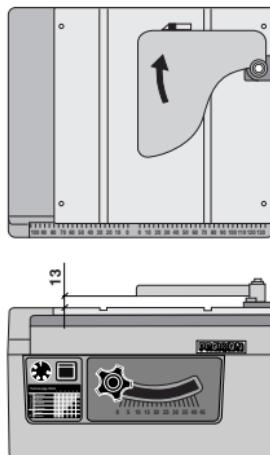

Fig. 4
4. Prüfen Sie die Freigängigkeit der Schutzhülle und den Abstand zum Sägetisch gemäß Fig. 4.
4. Check that the protective cover moves freely and the clearance from the saw table as shown in fig. 4.
4. Vérifiez que le capot de protection n'est pas bloqué et la distance avec la table de sciage conformément à la fig. 4.
4. Controllare il libero movimento del coperchio di protezione e la distanza al tavolo della sega secondo fig. 4.